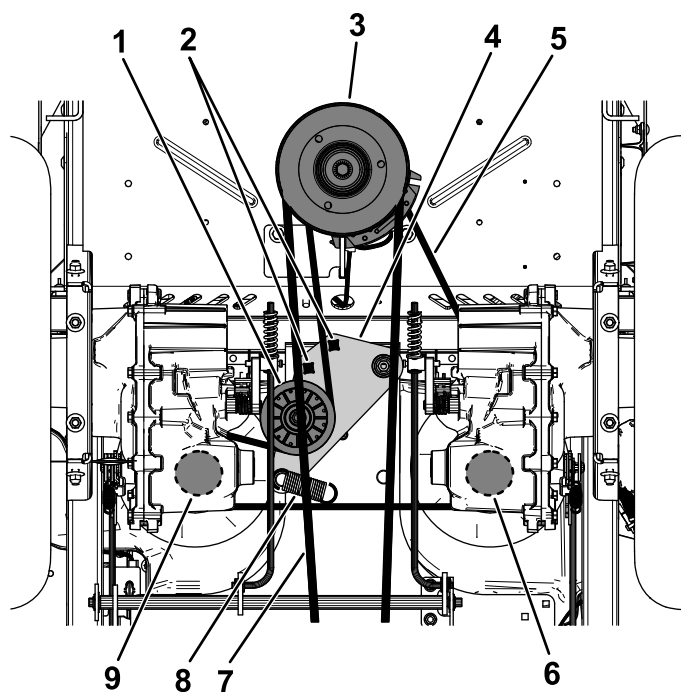

Figura 78
5. Utilice una llave de carraca de $\frac{1}{2}$ " o similar en uno de los orificios cuadrados del brazo tensor para aliviar la tensión del muelle tensor (Figura 78).
6. Retire la correa existente de la polea tensora, de las 2 poleas de transmisión de la bomba hidráulica y de la polea del motor (Figura 78).
7. Instale la correa nueva alrededor de la polea tensora, la polea del motor y de las 2 poleas de la bomba hidráulica (Figura 78).